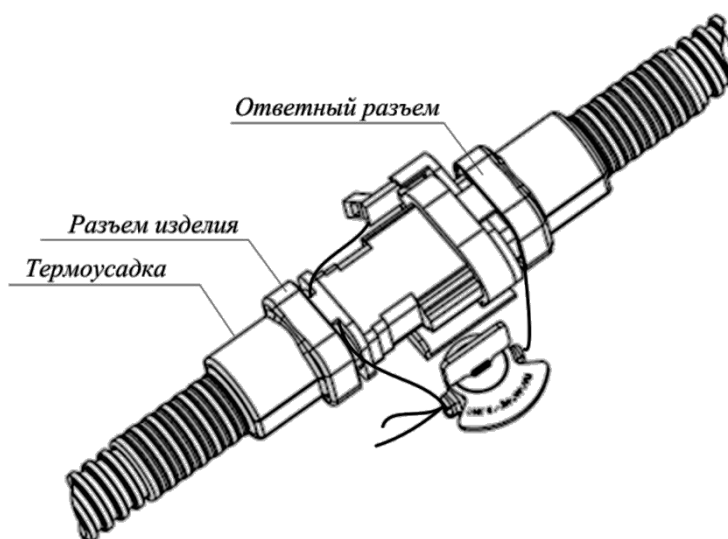

Рисунок 31
Для датчика уровня топлива LLS-AF 20310 установить защитную пломбу на разъем (Рисунок 31).
- 1) Продеть пломбировочную проволоку через отверстия разъема изделия и ответного разъема, таким образом, чтобы проволока проходила с разных сторон разъемов (Рисунок 31).